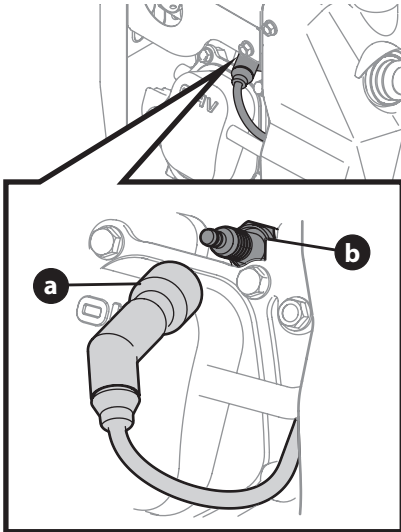

Figure 8
- Débranchez le fil de la bougie (a) et mettez-le à bonne distance de la bougie (b). Voir Figure 8 pour l'emplacement de la bougie d'allumage.
1. Retirez le couvre-borne de la bougie d'allumage. (Figure 8).